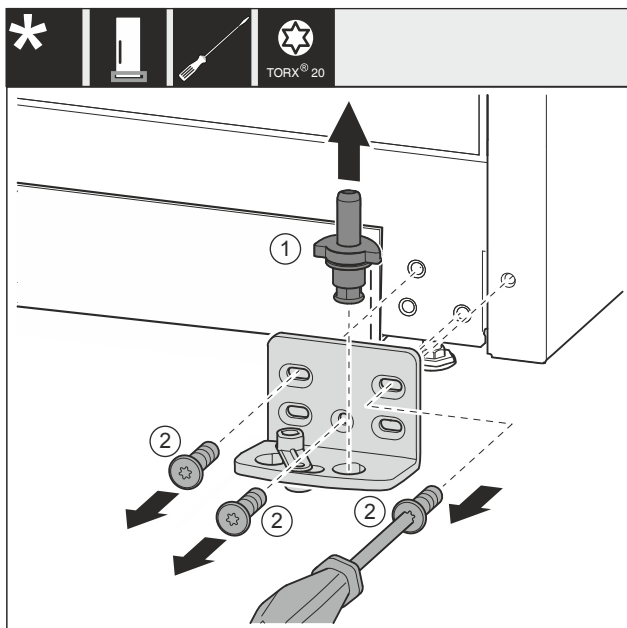

Fig. 34 *
- Extraiga el perno del cojinete Fig. 34 (1) por completo hacia arriba.*
- Desatornille los tornillos Fig. 34 (2) con un destornillador y retire el soporte del cojinete.*